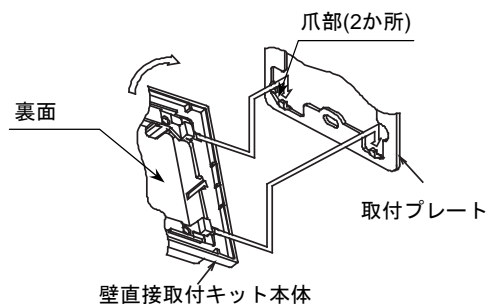

図7 壁直接取付キット本体の取付
- (1) 取付プレートを壁内のボックスカバー(JIS C8340:1999アウトレットボックス用取付寸法66.7mm)に取り付けます。
- (2) 取付プレートに壁直接取付キット本体を取り付けます(図7参照)。
- (1) 取付プレートを配管接続形サーモプレートに取り付けます。